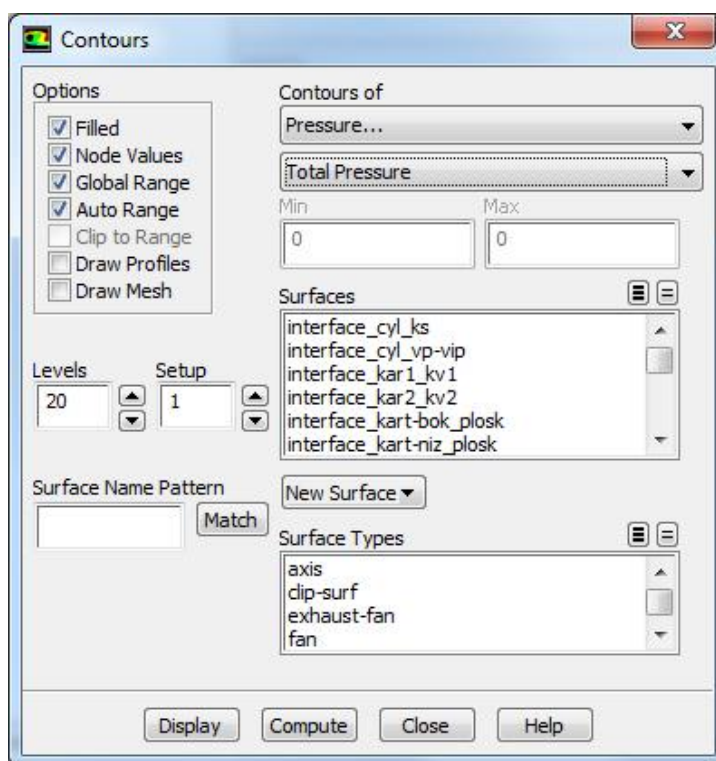

Рисунок 1.40 – Меню настройки полей распределения давления
- В появившемся окне (рисунок 1.40) во вкладке *Contours of* следует выбрать *Pressure...* и *Absolute Pressure*.